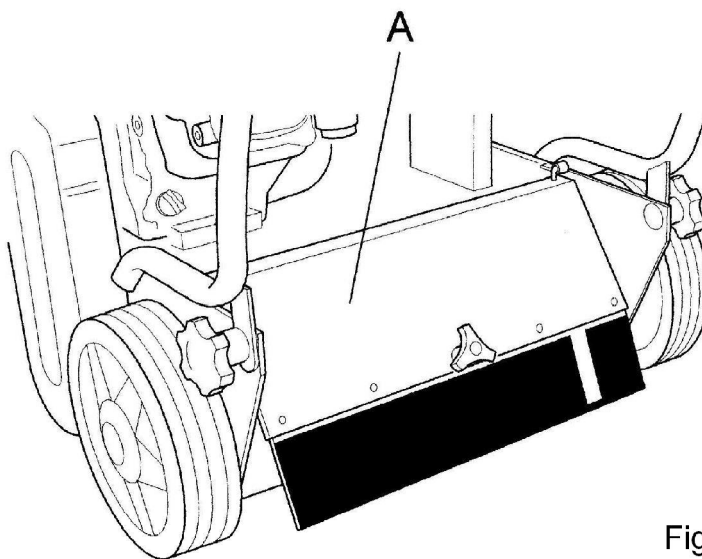
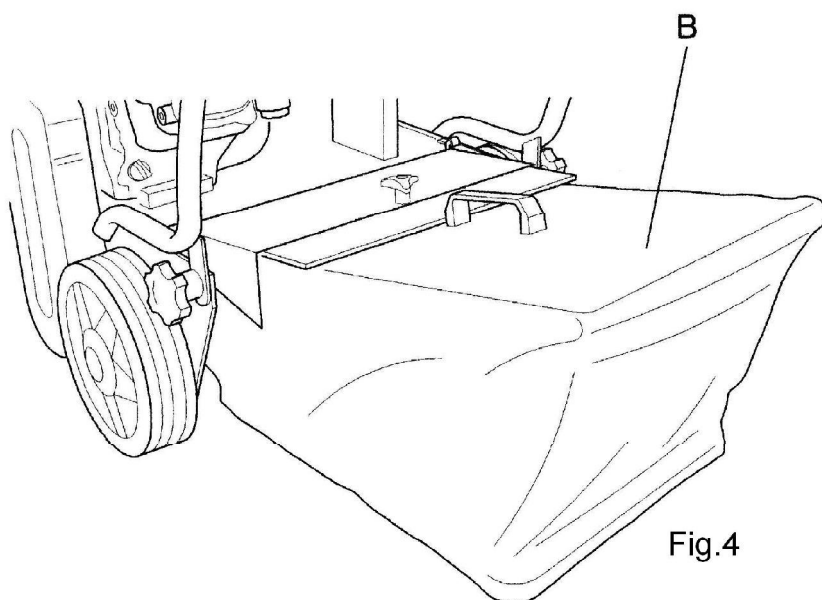
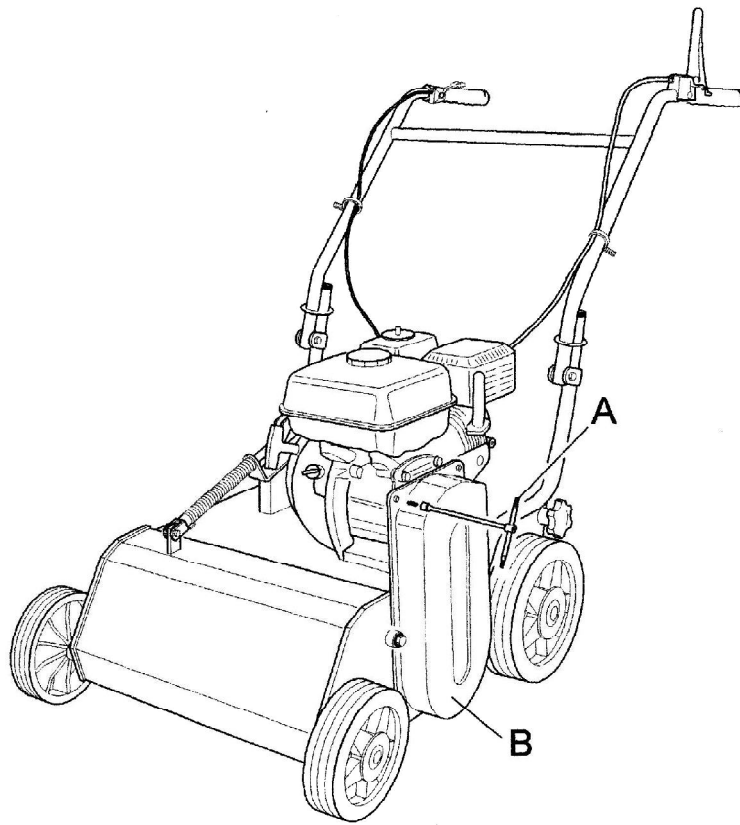

Fig. 3
Fig.4
Fig. 7
- La protezione posteriore deve essere sempre chiusa durante il funzionamento della macchina o aperta solo se l'arieggiatore è dotato dell'apposito cestello(Fig. 3 rif. A e Fig. 4 rif. B)
L'utilizzo della protezione posteriore aperta(Fig.3 rif.A) è consentito solamente quando il cesto di raccolta è inserito nella apposita sede(Fig.4 rif.B)
- 2) Prima di inserire il movimento lame tramite l'apposita leva (Figura 1, rif. A) è necessario che la protezione posteriore (Fig. 3, rif. A) sia completamente abbassata, o con inserito l'apposito cestello(Fig. 4 rif B), per evitare il pericolo di proiezione oggetti.
- Rimuovere la protezione in plastica (Fig. 7 rif.B), svitando e togliendo le viti fissaggio tramite la chiave indicata in figura 7 rif. A.
2. Aprire il carter posteriore(Fig. 3 rif. A).
- Il carter di protezione della cinghia (Fig. 7 rif.B) e le protezioni anteriore (Fig. 1 rif. E) e posteriore(Fig3 rif. A) devono essere sempre correttamente installate ed integre. In caso di danneggiamento, provvedere alla loro riparazione prima che la macchina venga riutilizzata.
- Pulire l'interno del carter copri-cinghia (Fig. 7, rif. B) con un getto d'aria.